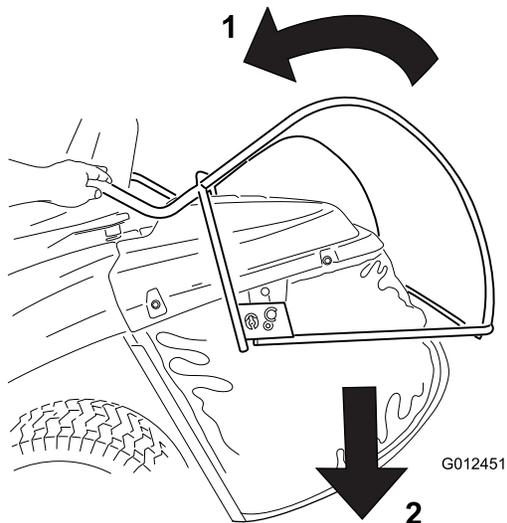

Figura 17
3. Tirate in avanti la leva di scarico del cesto di raccolta per inclinare il cesto (Figura 17).